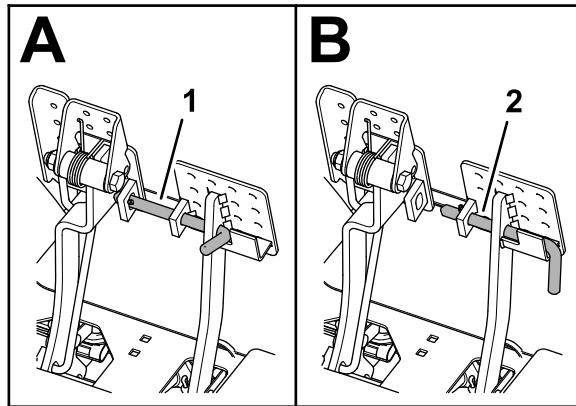

Bild 159
2. Lösen Sie die Pedalsperriegel zwischen den Bremspedalen (Bild 159), so dass beide Bremsen unabhängig voneinander wirken können.